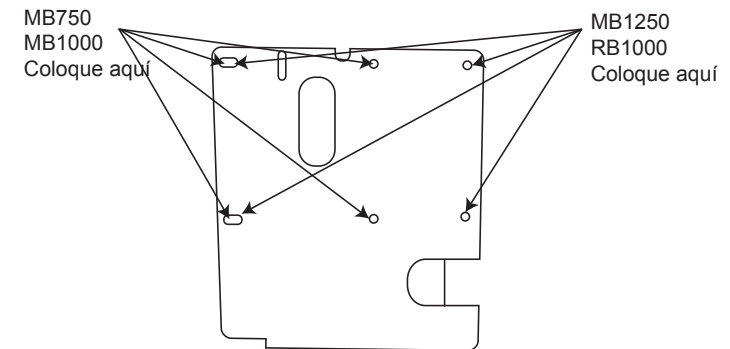
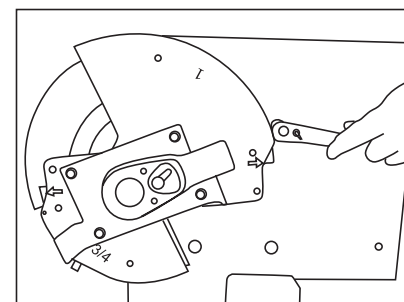

Fig. 1
Fig. 2
2. Para instalar la zapata de plegado EMT MBCCH-750/MBCCH-1000 (1), retire el cabezal de la zapata de plegado y la tornillería de montaje de la caja y sostenga la placa de montaje con la corredera del conducto (5) en la esquina inferior derecha. Fije la zapata de plegado (1) para cuadrar la placa de montaje en la estación de trabajo BENDstation™ o en la plataforma de plegado BENDdolly™. Al mirar la estación de trabajo BENDstation™ o la plataforma de plegado BENDdolly™ desde el costado (el lado plano de la placa de montaje frente a usted). Utilice los cuatro orificios para pernos de la izquierda para montar la zapata de plegado MBCCH-750/MBCCH-1000 y utilice los cuatro orificios para pernos más exteriores para montar la zapata de plegado MBCCH-1250/RBCCH-1000 al bastidor de la plataforma (Fig. 1). Fije la zapata utilizando la tornillería proporcionada y ajuste firmemente con trinquete y llave (Fig. 2). Quizás deba girar manualmente la zapata de plegado (1) para obtener acceso a los cuatro orificios para pernos.